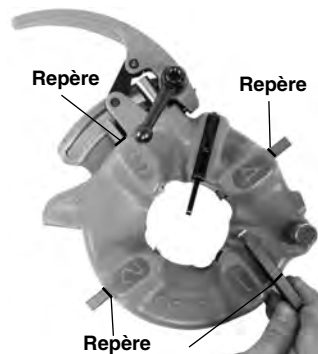

Figure 9 – Insertion des filières
6. Insérez les filières appropriées (chiffre en haut) en les enfonçant jusqu'à ce que leur repère arrive à fleur du rebord de la tête (Figure 9). Les chiffres des filières doivent correspondre à ceux des logements correspondants de la tête de filière. Remplacez systématiquement le jeu de filières au complet. Ne mélangez pas les filières issues de différents jeux.